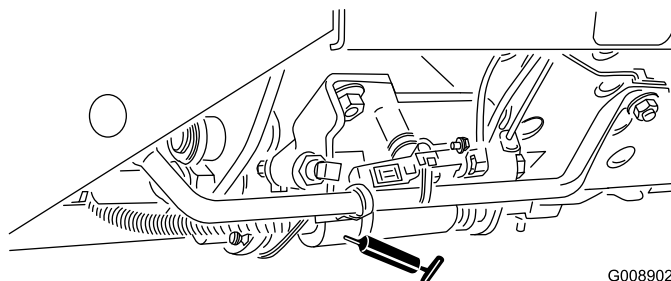

Figura 55
- Patilha Corte/Transporte (Figura 55)